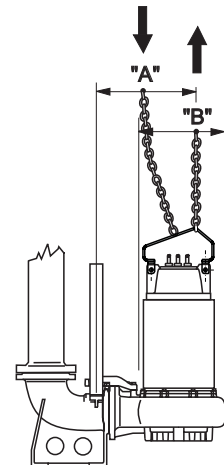

Fig. 2
1.5. - Desejando extrair a electrobomba do seu alojamento, primeiro é necessário desligar os cabos eléctricos do quadro de comando e proceder à elevação seguindo as instruções fornecidas na pág. 81 (Fig.2). Lave o exterior e o interior da electrobomba com um jacto de água para remover todos os possíveis resíduos do líquido bombeado, lembrando-se sempre de utilizar óculos de segurança, luvas de borracha, máscara e avental impermeável.